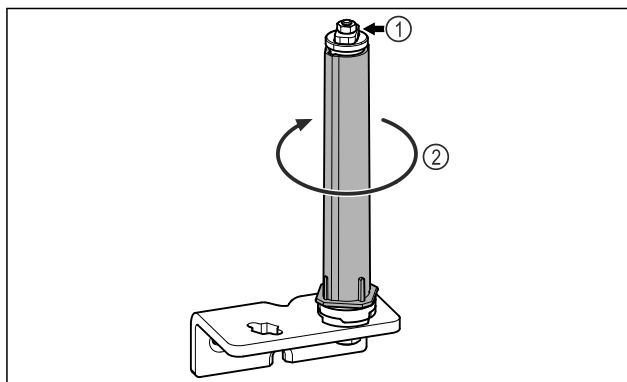

Fig. 22
- Deursluitsysteem Fig. 22 (1) niet demonteren.
- Sluitsysteem Fig. 22 (2) draaien, tot deze vastklikt.